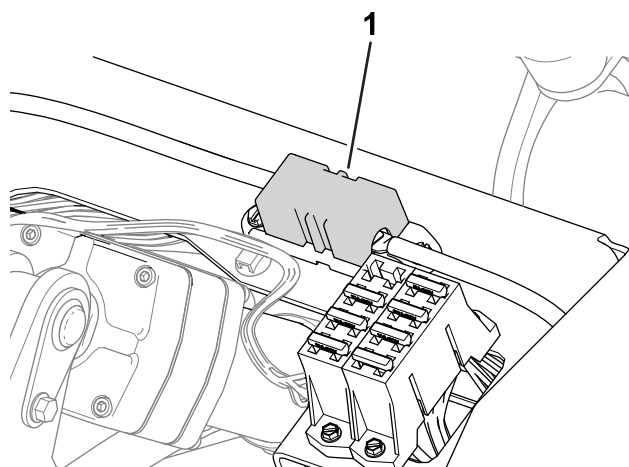

Figure 45
- Les fusibles du moteur de roue droite (60 A) se trouvent sous le siège (Figure 45).